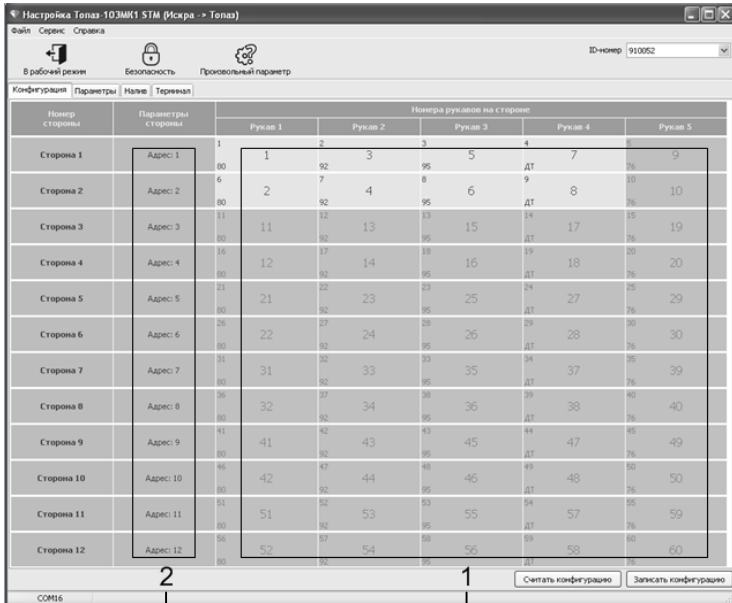

Рисунок 3
6.5 Для настройки параметров рукава сделать двойной клик левой кнопкой мыши по адресу требуемого рукава (рисунок 3, область № 1). В появившемся окне установить новые значения и нажать "ОК". Чтобы настроить сетевой адрес стороны, сделать двойной клик левой кнопкой мыши по адресу требуемой стороны (область № 2). В появившемся окне задать новое значение и нажать "ОК". После внесения всех изменений нажать кнопку "Записать конфигурацию".